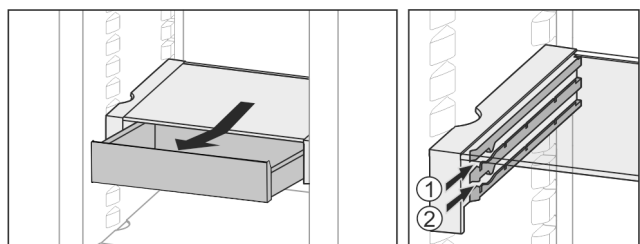

Fig. 20
- Op een willekeurige hoogte Fig. 20 (1) of Fig. 20 (2) erin schuiven.